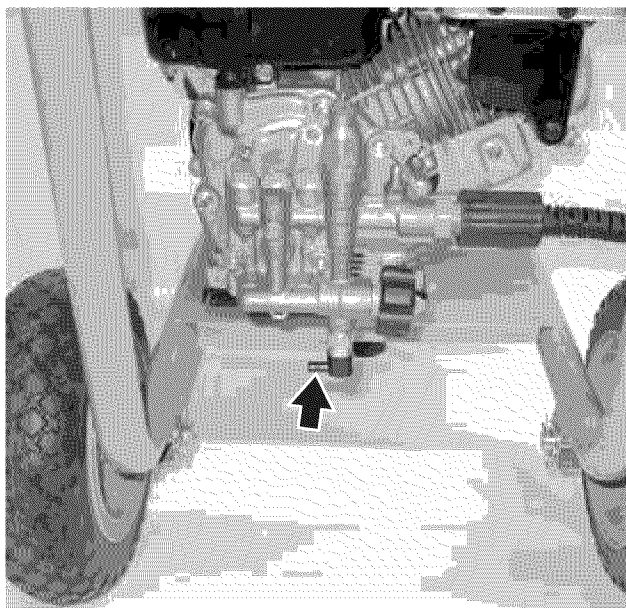

Figura 40 – Termo válvula de la bomba - WP3000Z
**NOTA:** La bomba está equipada con una termo válvula (Ver Figura 40). Si se hace funcionar la bomba durante un período de tiempo prolongado sin que fluya el agua por ella, se puede recalentar. Si la bomba alcanza una cierta temperatura, la termo válvula se abrirá y descargará agua tibia sobre la válvula para permitir la entrada de agua fría y enfriar la bomba.